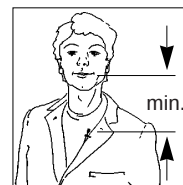

Fig. 3 :
2. Fixez le micro aux vêtements, p.ex. au revers d'une veste, aussi près que possible des lèvres de l'utilisateur (voir Fig. 3).